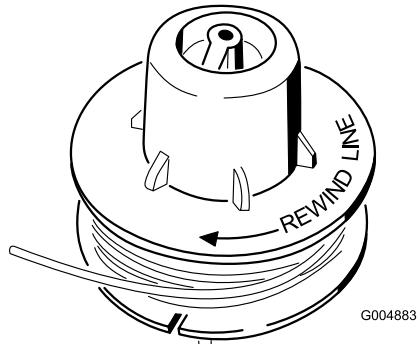

Figure 8
B. Enroulez le fil dans le sens de la flèche figurant sur la bobine, en rangs réguliers entre les rebords de la bobine (Figure 8).